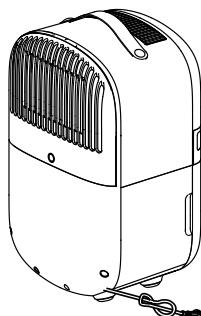
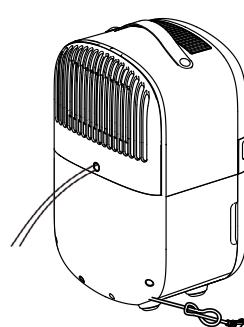

Abb. 4
Abb. 6
2. Trennen Sie es von der Stromversorgung ab. Vergewissern Sie sich, dass die hintere Seite des Gerätes gut zugänglich ist (Abb. 4).
3. Brechen Sie den Stopfen der Ablassöffnung in der Filterabdeckung (6) heraus, entfernen Sie die Abdeckung und entfernen Sie den Gummistopfen aus der Ablassöffnung.
4. Ziehen Sie den Ablauchschlauch (12) durch das Loch im Deckel und schieben Sie ihn in den Ablauchschlitz unter dem Deckel (Abb.6).